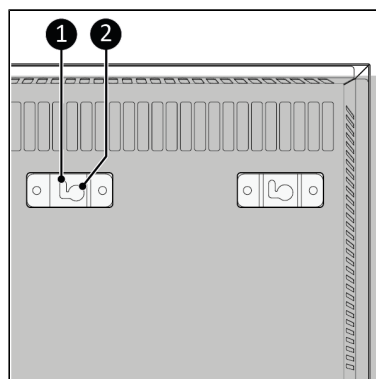

Abbildung 47.
14. Platzieren Sie die Halterungslöcher (Abbildung 47, Pos. 2) über den Wandschrauben.
15. Schieben Sie das Gerät nach links und lassen Sie das Gerät in die Öffnung der Halterungen fallen (Abbildung 47, Pos. 1).